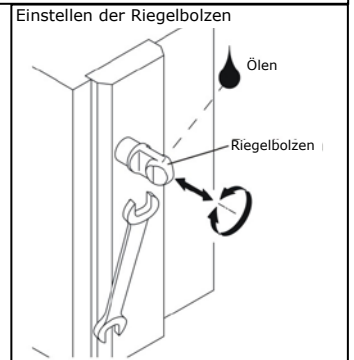

Abbildung 3
- 3) Riegelbolzen halb einschrauben, 24-25 mm müssen vom Schraubenloch bis Oberkante Schraube herausstehen (Abbildung 3).
Die Nachstellung wird über das Hinein- oder Herausdrehen des Riegelbolzens vorgenommen (Abbildung 3).